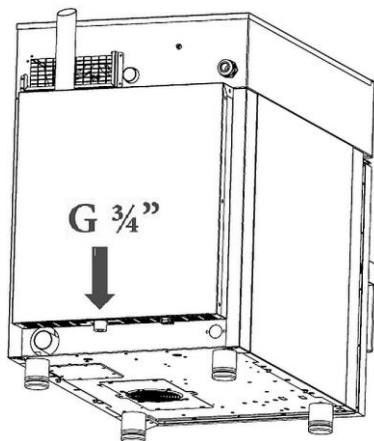

Рис. 4
- Прикрепить прилагаемый шланг подачи воды к соединительному элементу (3/4") прибора. Разъем расположен на задней панели справа под прибором (рис.4).